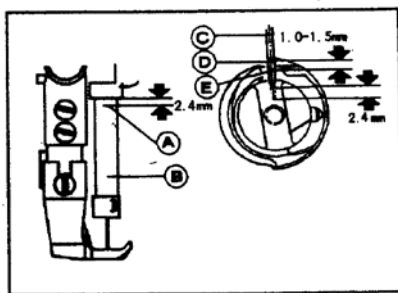

Рис. 19.
Синхронизация движения иглы с вращением челнока очень сильно влияет на процесс шитья. Стандартная синхронизация челнока (см. рисунок 19) – это совмещение наконечника челнока (D) и осевой линии иглы (C), когда стержень лапки (B) поднят на 2.2 мм от самого нижнего его положения. Кроме того, наконечник челнока (D) должен быть на 1.0-1.5мм выше верхнего конца игольного ушка (E).